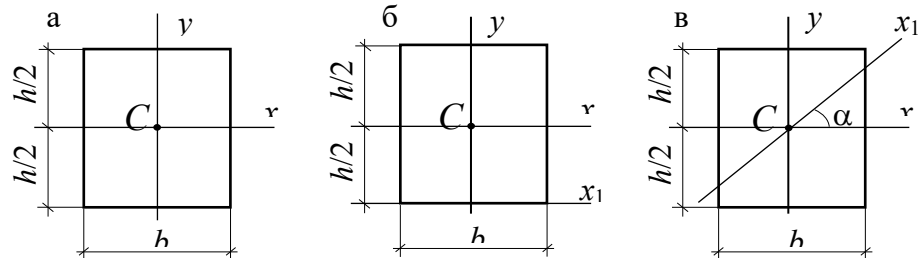

Рис. 3
29. Сравните осевые моменты инерции для прямоугольника, приведенного на рис. 3 ( $h > b$ ), относительно указанных осей.